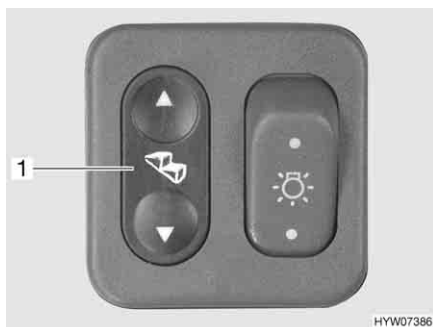
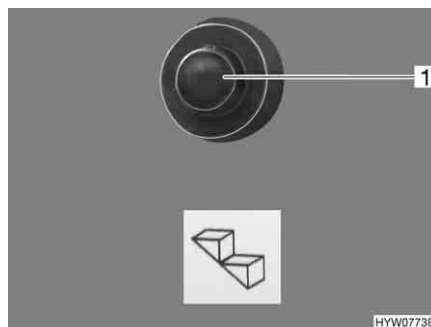

Fig. 4 Interruttore a bilico dello scalino di ingresso
Fig. 5 Interruttore a pressione per scalino di ingresso
- Premere l'interruttore a bilico (Fig. 4,1) nella zona di ingresso oppure premere l'interruttore a pressione (Fig. 5,1) sul cruscotto nella cabina di guida.